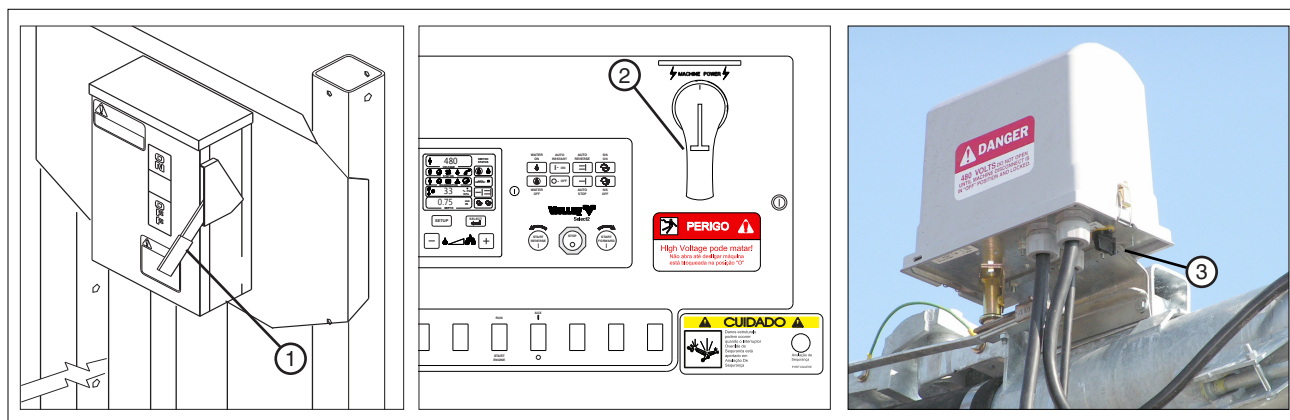

Figura 42-1 1. Seccionador principal de serviço
- Seccionador principal de serviço da rede elétrica pública para o painel de comando. Ver a figura 42-1.
- Seccionador principal do painel de comando. Ver a figura 42-1.
- Seccionador de qualquer caixa da torre. Ver a figura 42-1.